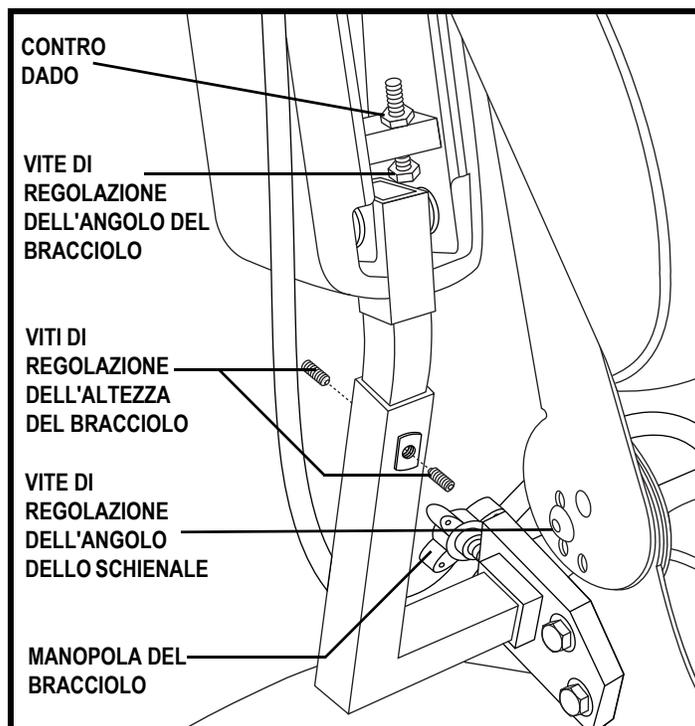

Figura 18. Regolazione altezza dello schienale/del bracciolo
1. Rimuovere le viti di regolazione da ogni cerniera del sedile. **Vedere la figura 18.**
1. Individuare le due manopole dei braccioli su ciascun lato della staffa dell'alloggiamento del bracciolo. **Vedere la figura 18.**
1. Sollevare il bracciolo verso l'alto in modo che sia perpendicolare al pavimento. **Vedere la figura 18.**